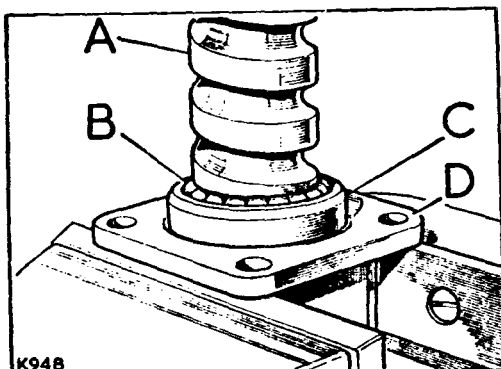

Fig. G1-55.- Cojinete de bolas superior
3.4.- Instalar el rodamiento superior, C (Fig. G1-55), en su sitio sobre la barra de la dirección, y deslizar ésta en el interior de la columna.